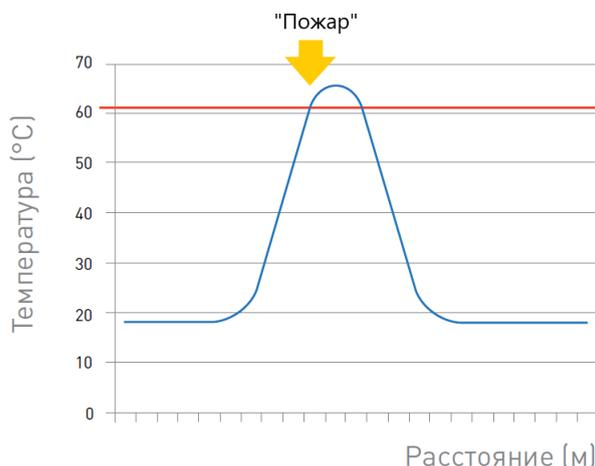

Рисунок 4.2 – Формирование сигнала «Пожар» по превышению порога температуры
1) Максимальный линейный тепловой пожарный извещатель, класс по ГОСТ Р 53325 программируется от А1 до Н. При температуре выше порога срабатывания в любой точке чувствительного элемента извещателя в зоне формируется сигнал «Пожар». Например, на рис. 4.2 показано превышение порогового значения температуры 60 °С.